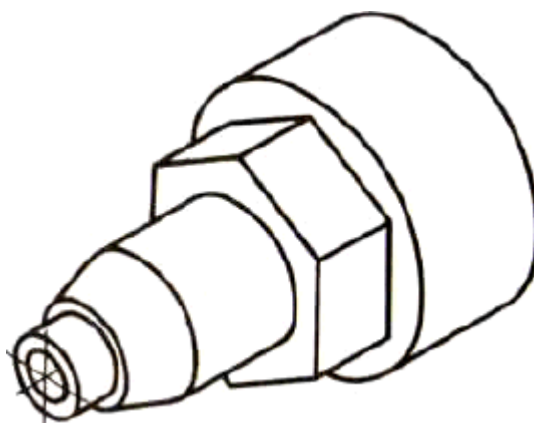

Рис. 144. Изометрическая проекция детали
6. Объединив все части, устанавливаем общую форму предмета (рис. 144). Она представляет собой сочетание цилиндров, усеченного конуса и шестиугольной призмы, расположенных на одной оси. Вдоль оси детали проходит сквозное цилиндрическое отверстие.